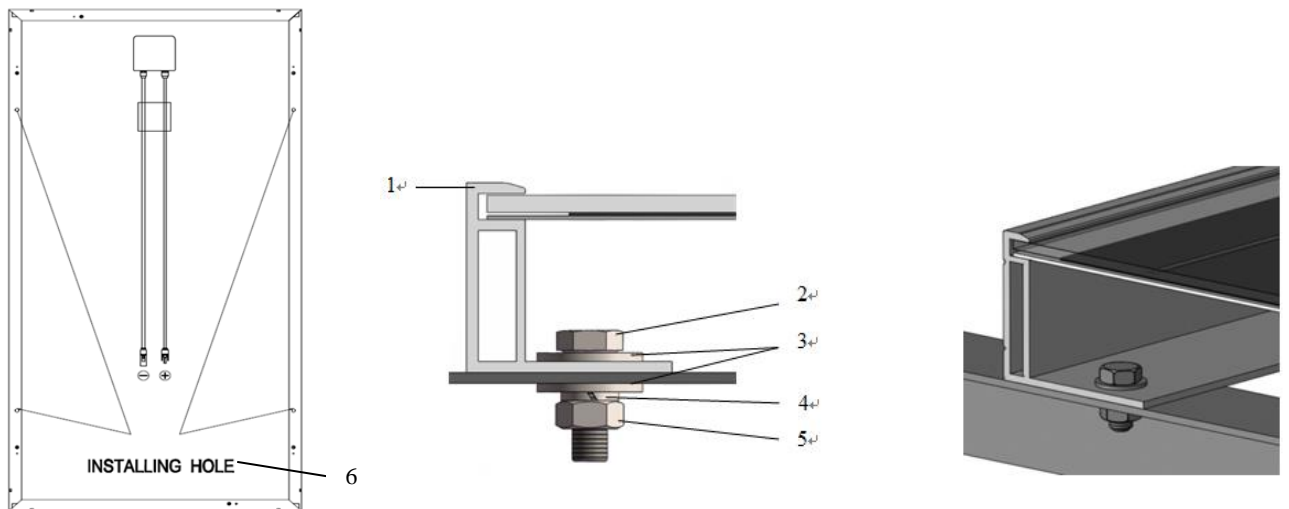

Abbildung 1. Installation des PV-Moduls per Schraubbefestigung
- Befestigen Sie das Modul, wie in Abbildung 1 gezeigt, an allen Montagepunkten mit einer M8-Schraube sowie Unterlegscheibe, Federring und Mutter. Das anzuwendende Drehmoment beträgt 16–20 Nm.
- Um einen ordnungsgemäßen Betrieb des Systems sicherzustellen, ist die korrekte Kabelanschlusspolarität (Abbildungen 1 und 2) zu beachten, wenn die Module untereinander oder mit einer Last wie einem Wechselrichter, einer Batterie usw. verbunden werden. Durch fehlerhafte Verbindung von Modulen können die Bypass-Dioden beschädigt werden. PV-Module können zur Erhöhung der Spannung in Reihe geschaltet werden. Eine Reihenschaltung wird realisiert, wenn der Draht vom Pluspol eines Moduls mit dem Minuspol des nächsten Moduls verbunden wird. Abbildung 1 zeigt in Reihe geschaltete Module. PV-Module können zur Erhöhung des Stroms parallel geschaltet werden (Abbildung 2). Bei einer Parallelschaltung wird der Draht vom Pluspol eines Moduls mit dem Pluspol des nächsten Moduls verbunden.